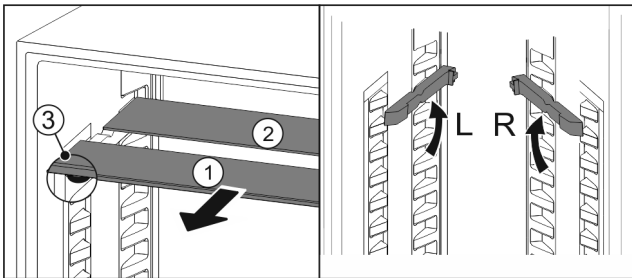

Fig. 77
- ▶ Glasplatten einzeln nach vorne herausziehen Fig. 77 (1).
- ▷ Glasplatte Fig. 77 (1) mit Zierleiste liegt vorne.
- ▷ Stopps Fig. 77 (3) zeigen nach unten.